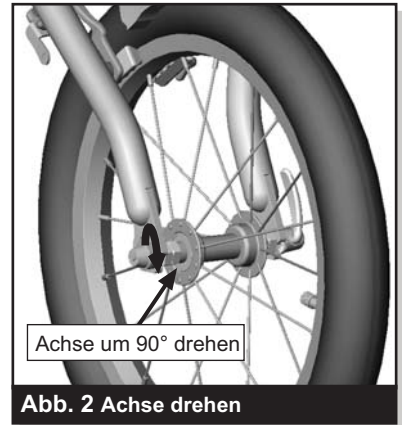

Abb. 2 Achse drehen
- a. Öffnen Sie den Schnellspanner am Vorderrad (siehe Schritt 6 im Benutzerhandbuch). Drehen Sie die Achse um 90 Grad im Ausfallenden (siehe Abb. 2) und ziehen Sie den Schnellspanner wieder fest.